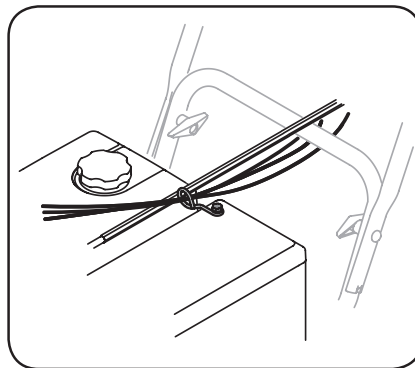

Figura 2-30
9. Controle que todos los cables estén adecuadamente colocados a través de la guía de cables de la parte superior del motor. Consulte Figura 2-30.
10. Controle que todos los cables estén adecuadamente colocados a través de la guía de cables de la parte superior del motor. Consulte Figura 2-30.
7. Controle que los cables estén adecuadamente colocados a través de la guía de cables de la parte superior del motor. Consulte Figura 2-30.